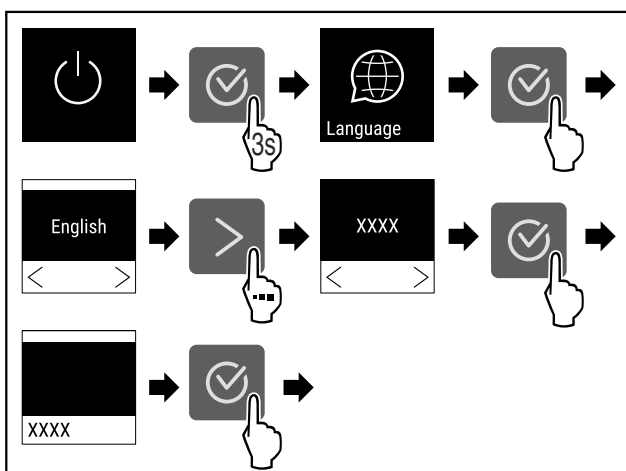

Fig. 55
- ▶ Εκτελέστε τα βήματα ενεργειών (βλέπε Fig. 55) .